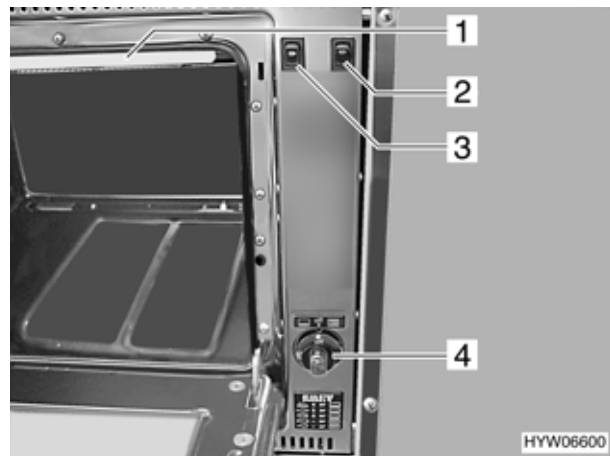

Bild 116 Gasbackofen
- Drehregler (Bild 116,4) auf Backen  oder Grillen  stellen.
- Drehregler (Bild 116,4) auf Stellung "off" drehen.
- ▶ Bei Grillbetrieb Hitzeschutz (Bild 116,1) entfernen und Backofenklappe halb geöffnet lassen.
- ▶ Der Bratspieß-Motor kann mit dem Wippschalter (Bild 116,3) beim Grillen oder Backen in Gang gesetzt werden.